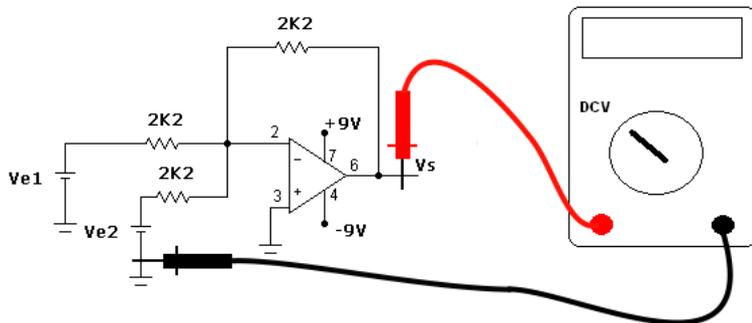
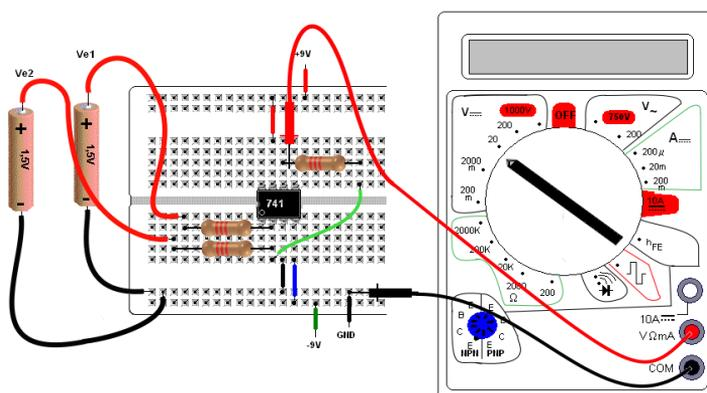

Figura 3 – Circuito somador inversor
Figura 4 – Amplificador somador inversor
- 1) Para o circuito da Figura 3 calcule a tensão saída para cada uma das combinações das tensões de entrada da tabela 1.
- 2) Monte o circuito da Figura 3 na MP de acordo com sugestão de *layout* da Figura 4. Meça a tensão na saída para cada uma das combinações das entradas da tabela 2.